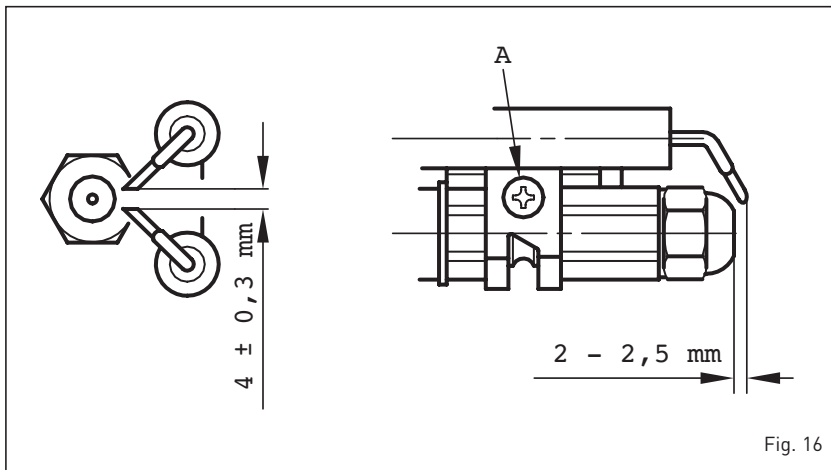

Fig. 16
4.7.2 Limpeza da cabeça de combustão (fig. 16)